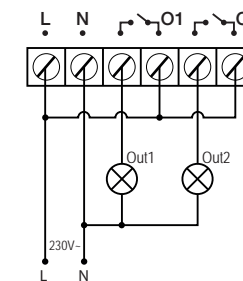

Fig. 4
- Fig. 4: Control of 2 independent loads
- When using the actuator as 2 different channels (Fig. 4), always connect the same input Phase to Channel 1 and 2, do not use different phases.
- Fig. 4: Control de dos cargas independientes
- En caso de utilizar el Actuador como 2 canales diferentes (Fig. 4), conecte siempre la misma Fase de entrada al canal 1 y 2, no utilice fases diferentes.